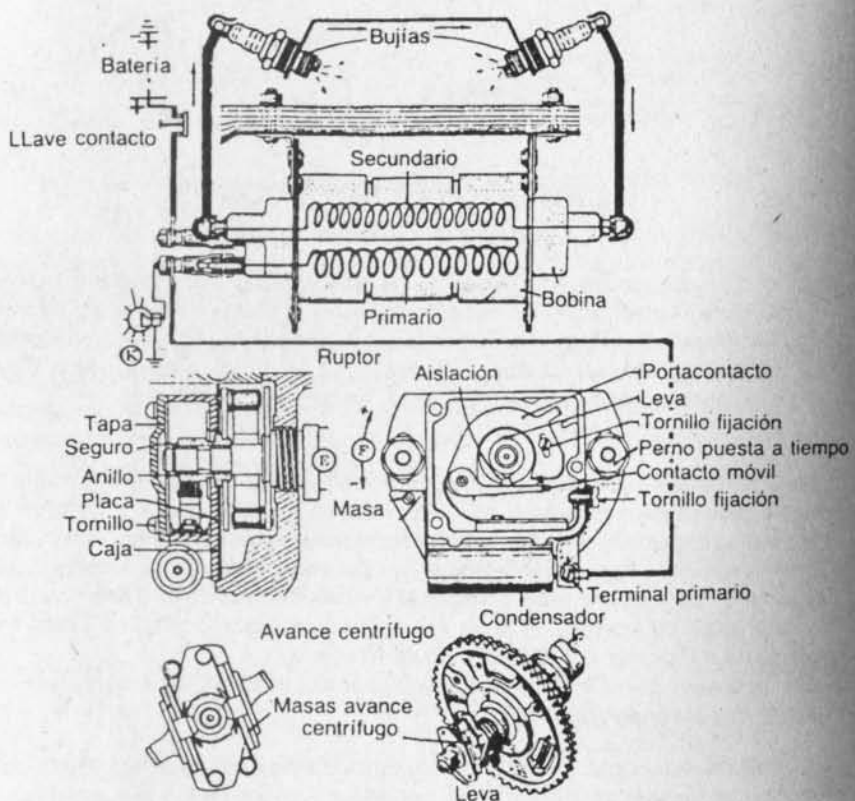

Fig. 4-1.— Circuito de encendido Citroën 2 y 3CV
2. Circuito de encendido.— Se compone de una bobina, instalada en la barra soporte de los faros, un ruptor especial ubicado tras el ventilador y de dos bujías, una en cada culata de los cilindros del motor (Fig. 4-1).